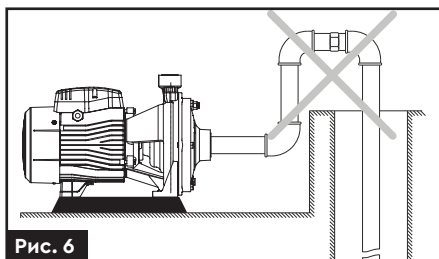

Рис. 6
- На вхідному трубопроводі має бути якомога менше вигинів для безперешкодного проходження води у вхідний отвір насоса (**рис. 6**).